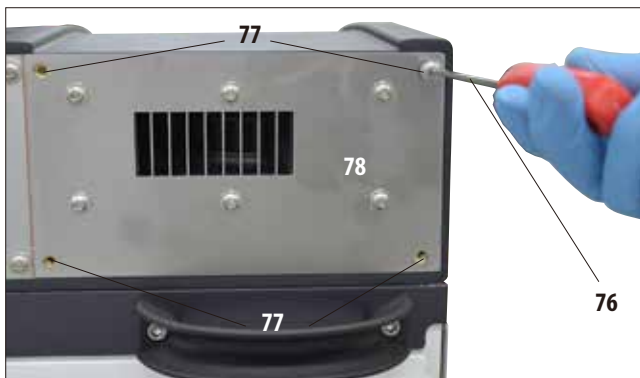

Fig. 22
- Utilize uma chave Allen número 3 (76) para afrouxar e desapertar os quatro parafusos de cabeça cônica sextavada (77) que ficam no painel traseiro do aparelho (Fig. 22).
- Fixe a flange de exaustão (75) à placa de ventilador (78 na Fig. 22) e aperte-a com os parafusos que seguram a placa.
- Primeiro, aperte levemente os quatro parafusos (77), em seguida, aperte-os na diagonal usando uma chave Allen número 3 (76) com um torque de aperto de 0,5 Nm (Figs. 22, 23). Certifique-se de que a chapa do ventilador e a flange estejam alinhadas uma à outra.